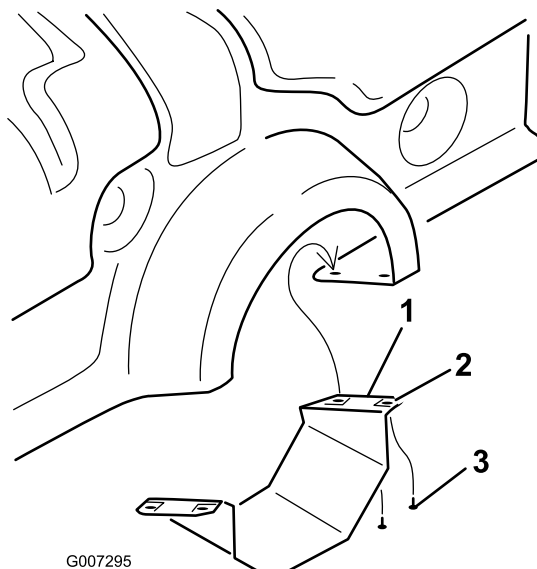

図 10
1. プロコア 864 では、下 PTO シールドを外す 図 10。